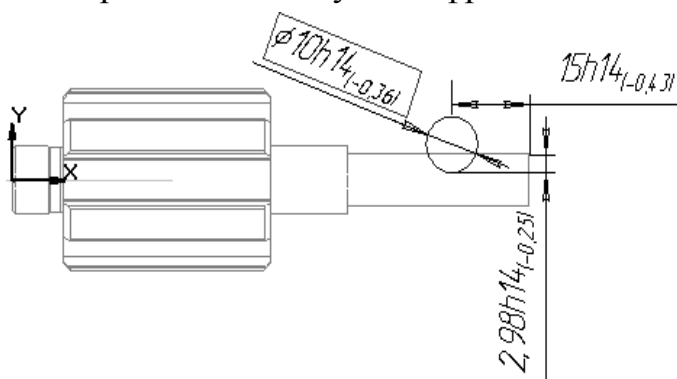

Рисунок 4.4 – Ескіз канавки сегментної шпонки
11. У «Дереві побудови» вибираємо «Фронтальна площина», в меню «Орієнтація» встановіть орієнтацію «Нормально до ..». На панелі інструментів виберіть «Новий ескіз», виконайте ескіз канавки під сегментну шпонку рис. 4.4.